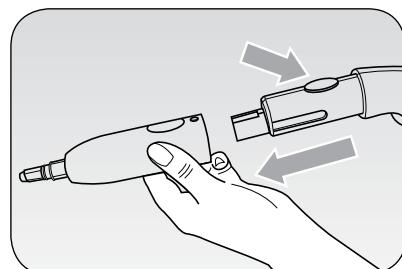

Fig. 2
Nałożyć na dyszę (C) żądane akcesorium (patrz rozdział "AKCESORIA"), wprowadzając je aż do zablokowania, jednocześnie naciskając górne urządzenie blokujące/odblokujące na pistolecie (Rys. 2).
Element ten, do montowania na adapterze (12), pomaga usunąć uporczywe zabrudzenia, tworzące się na palnikach płyty gazowej lub w zagłębieniach płytka. Może być używany do czyszczenia sanitariatów, umywalek, kratek do gotowania, natrysków lub wanien, usuwając wszelkie ślady kamienia (Rys. 2).